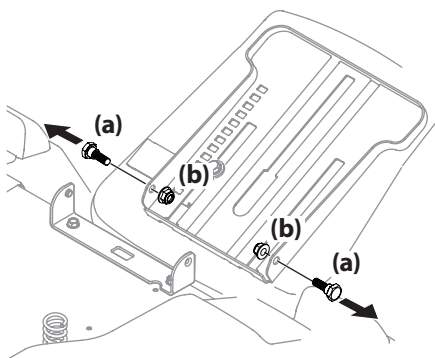

Figure 2-9
- Retirez les deux boulons à épaulement (a) et les deux écrous autobloquants à bride (b) du support du siège. Voir Figure 2-9.